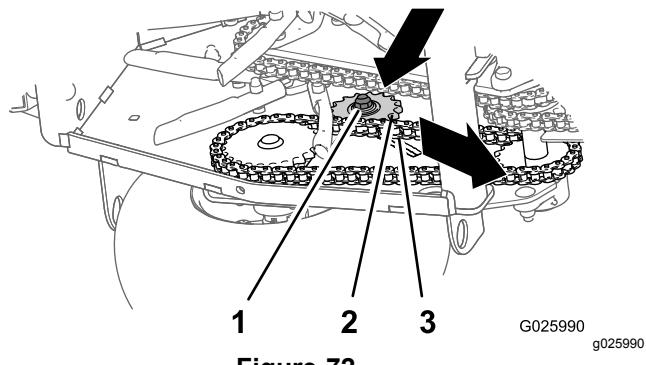

Figure 72
- Contrôlez la tension des chaînes des roues motrices (Figure 72).
- Desserrez le contre-écrou et le boulon de carrosserie qui fixent le pignon de tension (Figure 72).
- Poussez le pignon vers le bas et l'avant pour augmenter la tension de la chaîne, comme montré à la Figure 72.